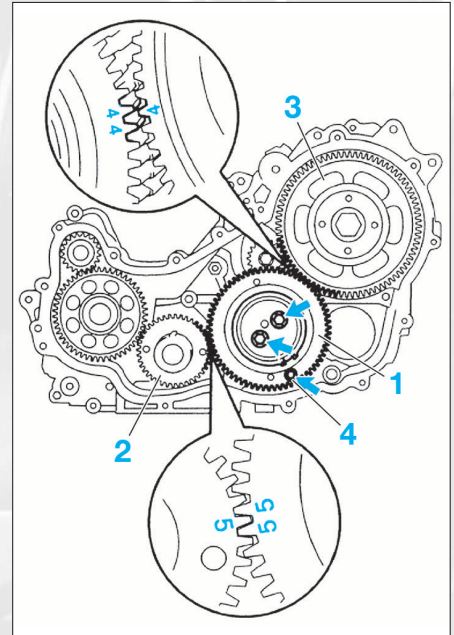
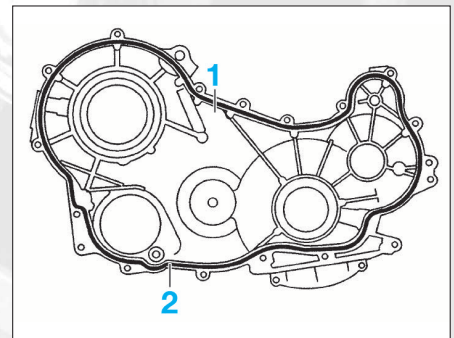

FIG. 42
FIG. 43
- poser le pignon intermédiaire (1) en faisant correspondre les repères d'alignement du pignon de vilebrequin (2) et du pignon intermédiaire (1) ainsi que les repères d'alignement du pignon de pompe d'injection (3) et du pignon intermédiaire (1) (fig. 42).
- une fois le pignon intermédiaire serré au couple, retirer la pige (4).
- nettoyer le plan de joint du couvercle de pignon de distribution (1) et appliquer de la pâte d'étanchéité neuve (2) d'une largeur de 4 mm aux points indiqués (fig. 43).